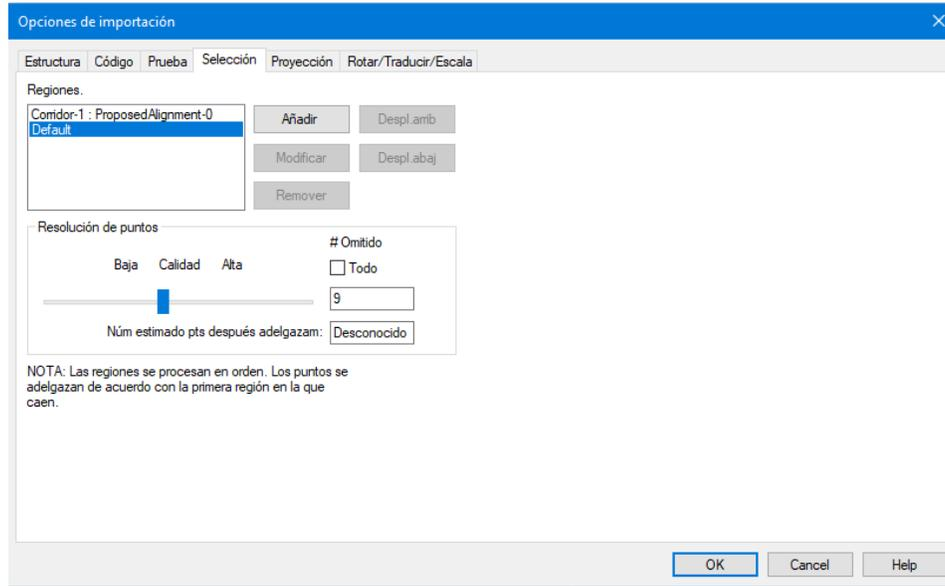

Figura 9-13: Esta Configuración Omitirá Puntos Fuera de la Región Corridor-1.
19. Haga clic en **Default** en la lista y configure la resolución de puntos a **9** (como en la Figura 9-13).